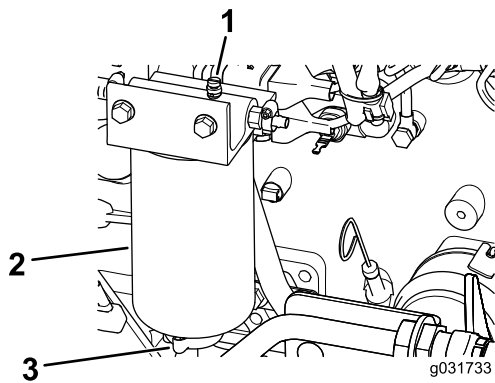

Bild 95
2. Lösen Sie das Ablassventil an der Unterseite des Filters (Bild 95).
2. Lösen Sie die Entlüftungsschraube und das Ablassventil, um etwas Kraftstoff abzulassen (**Bild 95**).